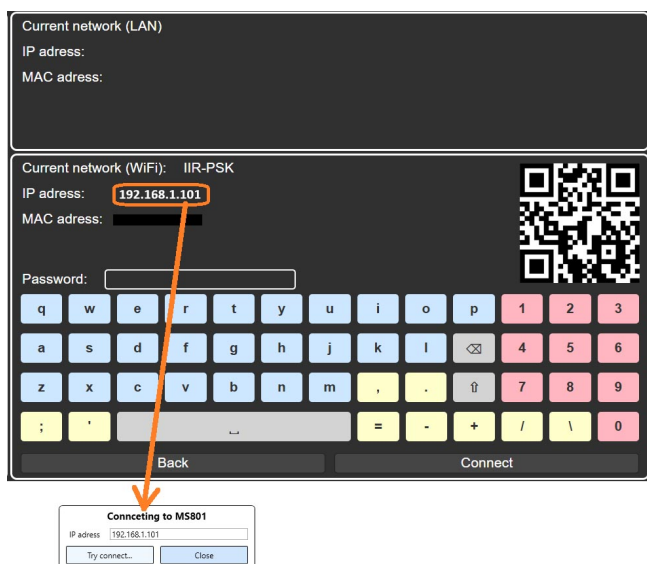

Рисунок 26
3. Далее нажмите кнопку «Connect to MS801» - откроется окно, в котором необходимо ввести IP-адрес тестера (см. рис. 26). Необходимый IP-адрес можно просмотреть в настройках тестера в меню **Network Setting**.